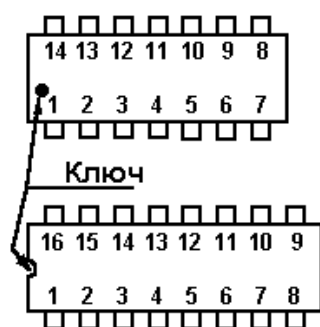
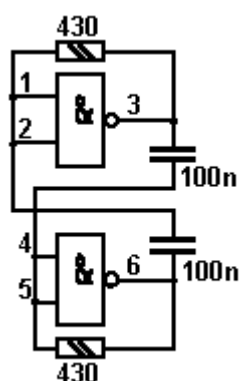
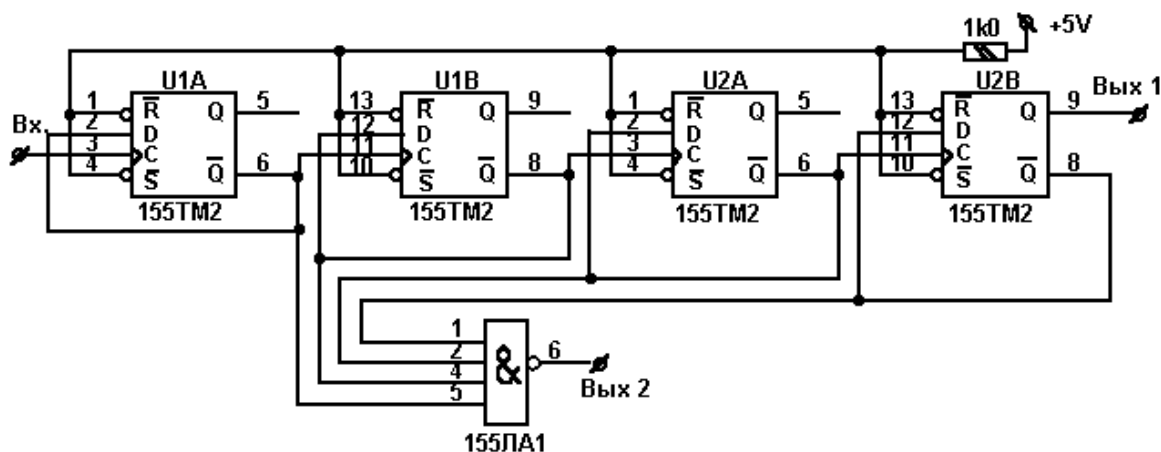
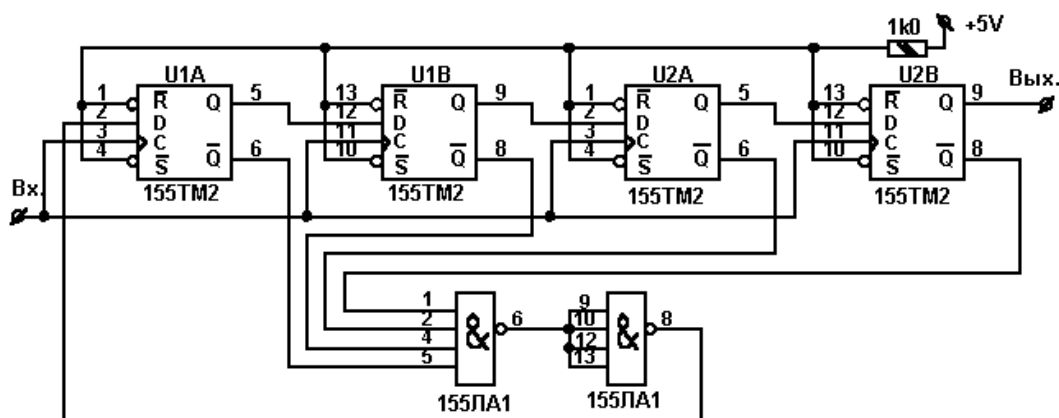

Рис. 12.
Рис. 13.
Рис. 14. Двоичный делитель на D-триггерах
Рис. 15. Регистр сдвига на D-триггерах
1. Проверить по таблице истинности (табл. 4) работу одного из двух свободных вентилях 2И-НЕ микросхемы 155ЛА3. Цоколевка приведена на рис. 12 и рис. 13. Номера ножек микросхем считаются от ключа против часовой стрелки.
4. Собрать двоичный делитель на четырех D-триггерах 155ТМ2 (555ТМ2) по рис. 14. Для этого на входы  $\bar{R}$  и  $\bar{S}$  подать логическую единицу. Соединить выходы  $\bar{Q}$  с D-входами. На вход "С" первого триггера подать сигнал с мультивибратора, собранного на двух вентилях 2И-НЕ (рис. 13). Засинхронизировать осциллограф в ждущем режиме от последнего триггера (Вых. 1). Наблюдать сигналы на всех
6. Из четырех D-триггеров (два корпуса МС 155ТМ2) и двух 4И-НЕ (155ЛА1) собрать схему сдвигового регистра (рис. 15). На входы  $\bar{R}$  и  $\bar{S}$  подать логическую единицу. На все входы "С" подать сигнал с мультивибратора (рис. 13). Засинхронизовать осциллограф в ждущем режиме от выхода первого триггера. Наблюдать сигналы на всех выходах и их взаимное положение. Объяснить работу устройства. Через сколько импульсов схема приходит в исходное состояние?